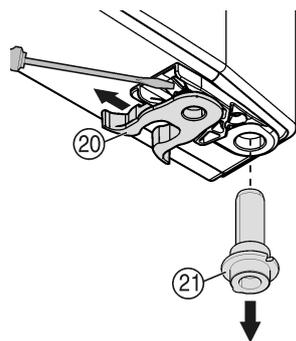

Fig. 9
- ▶ Pružinovú zvierku Fig. 9 (20) premiestnite: Zaisťovací jazýček potlačte nadol, ponaduňu stiahnite pružinovú zvierku.
- ▶ Ložiskový čap Fig. 9 (21) vytiahnite z puzdra dverí a spolu s podložkou nasad'te na opačnej strane. Zaisťovací jazýček musí smerovať na vnútornú stranu dverí, drážka na vonkajšiu stranu.
- ▶ Dvere dolu zasuňte a ložiskový čap Fig. 9 (21) nasad'te do ložiskovej konzoly. Prípadne ložiskový čap potočte tak, aby mohol zaklapnúť.